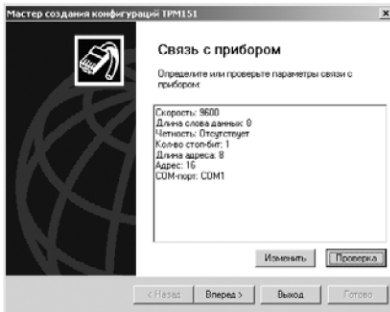

Рисунок 10.1
- 1) **Запустите Конфигуратор** (файл TRM151.exe). Автоматически запустится Мастер конфигураций TPM151, и на экране появится окно «Связь с прибором» (рисунок 10.1).